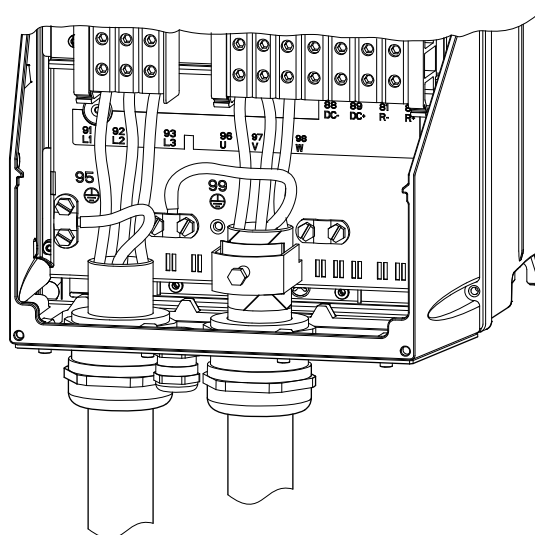

Fig. 18 Branchements secteur et moteur, boîtiers C1 et C2
1. Brancher le conducteur de mise à terre à la borne 95 (PE). Voir fig. 18.
1. Brancher le conducteur de mise à terre à la borne 99 (PE). Voir fig. 18.
2. Brancher les conducteurs moteur aux bornes 96 (U), 97 (V), 98 (W).